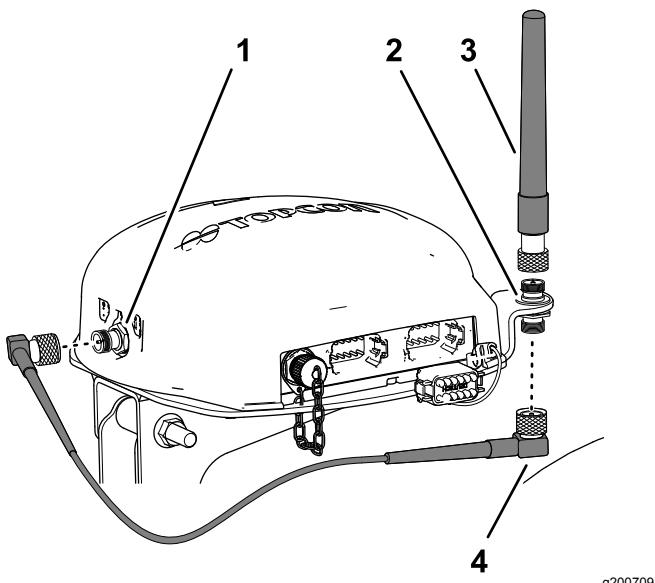

Bild 157
3. Befestigen Sie die RTK-Antenne am oberen Anschlussstück der Koaxialkupplung und ziehen die Mutter der Antenne mit der Hand an (Bild 157).
4. Befestigen Sie das Antennenkabel lose am unteren Anschlussstück der Koaxialkupplung (Bild 157).
5. Verlegen Sie das Kabel um die Rückseite des Navigationsempfängers zum Koaxialstecker des CDMA- oder GSM-Mobilfunkmodems (Bild 157).
6. Befestigen Sie das Antennenkabel am Koaxialstecker des CDMA- oder GSM-Mobilfunkmodems (Bild 157).